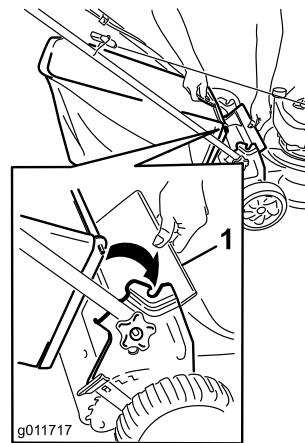

Figura 21
- Levante el deflector trasero (Figura 21).
- Introduzca el asa de la bolsa de recortes en las muescas de los soportes del manillar (Figura 21).